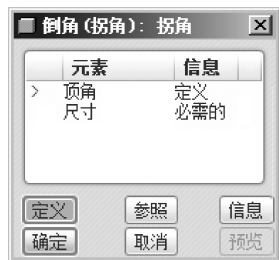

图 7-115 【倒角（拐角）】对话框
(1) 选择菜单栏中的【插入】|【倒角】|【拐角倒角】选项，弹出【倒角（拐角）】对话框，如图 7-115 所示，此时对话框中【元素】列表中，“>”指向顶角，系统提示“选取要倒角的角”。